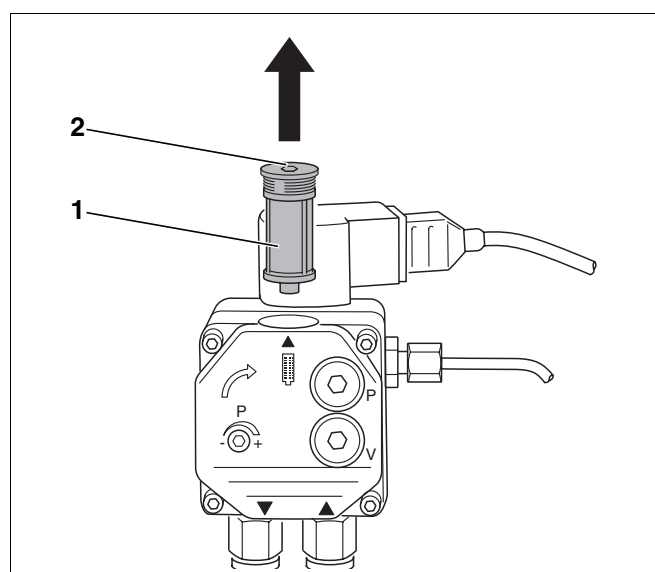

Рис. 20 Проверка фильтра топливного насоса Danfoss
- Открутить расположенный сверху винт с внутренним шестигранником (рис. 20, поз. 2).
- Вынуть вверх фильтр топливного насоса (рис. 20, поз. 1).
- Очистить фильтр топливного насоса (рис. 20, поз. 1) промывочным бензином, если требуется, заменить его, и вновь установить на прежнее место.